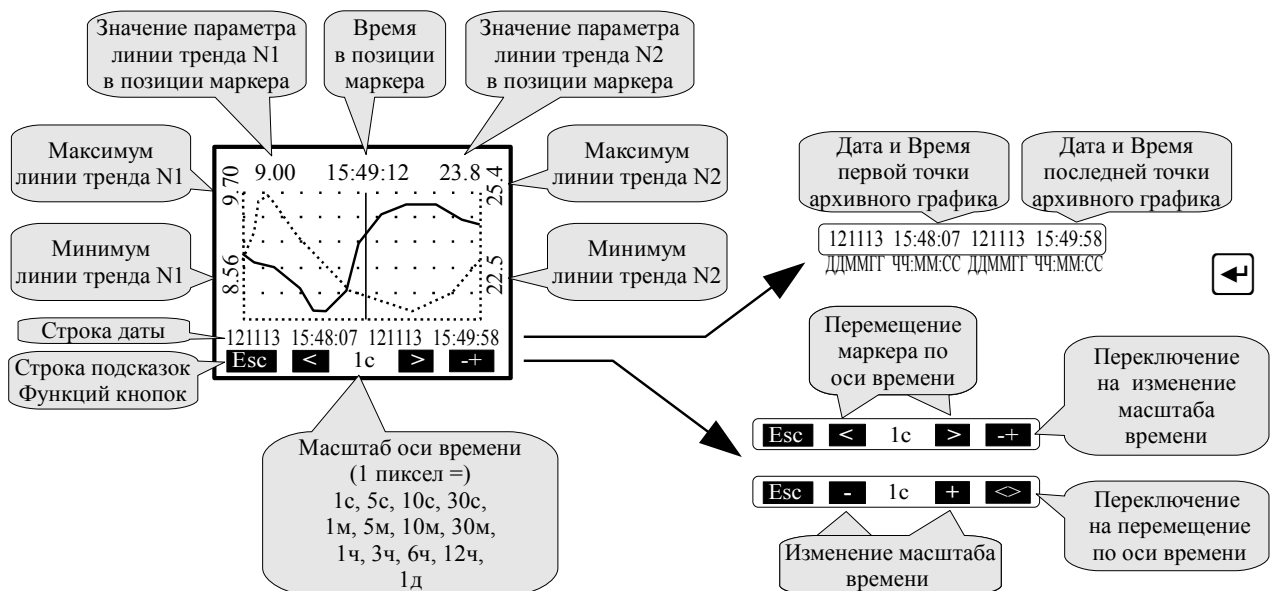

Рисунок 3 - Описание элементов управления и отображения данных в подменю «Просмотр архива»
- **Просмотр архива** - в этом режиме просматривается архив. Правая кнопка позволяет переключать режим управления маркером: кнопками и либо изменяется интервал дискретности по времени, либо перемещается маркер, указывающий на время просмотра и значения измеряемых параметров в это время (смотри Рисунок 3).